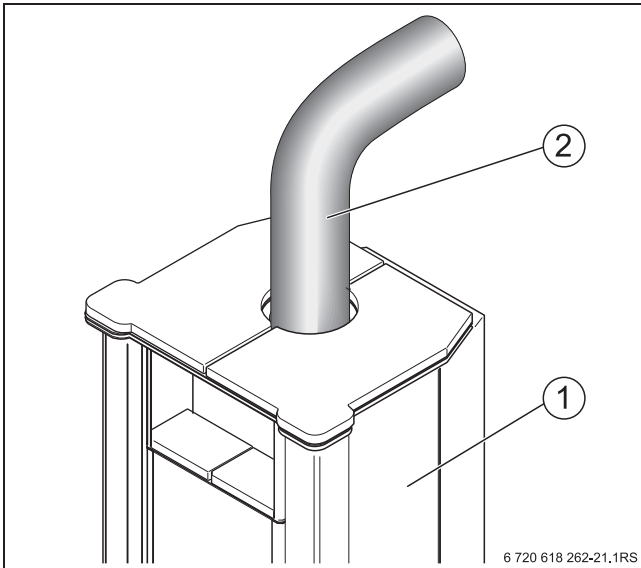

Рис. 13 Соединение с дымовой трубой
- ▶ Наденьте соединительный участок [2] на патрубок камина (→ Рис. 13, стр. 13).